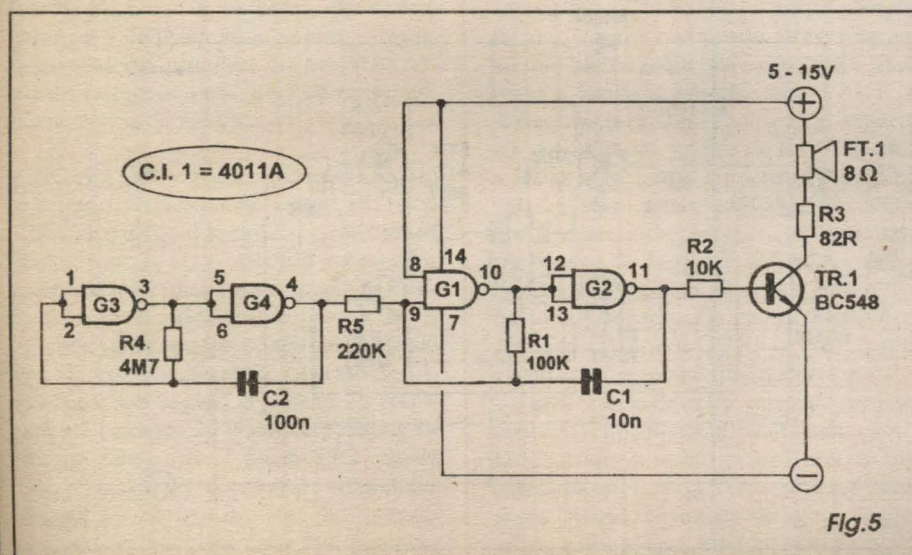
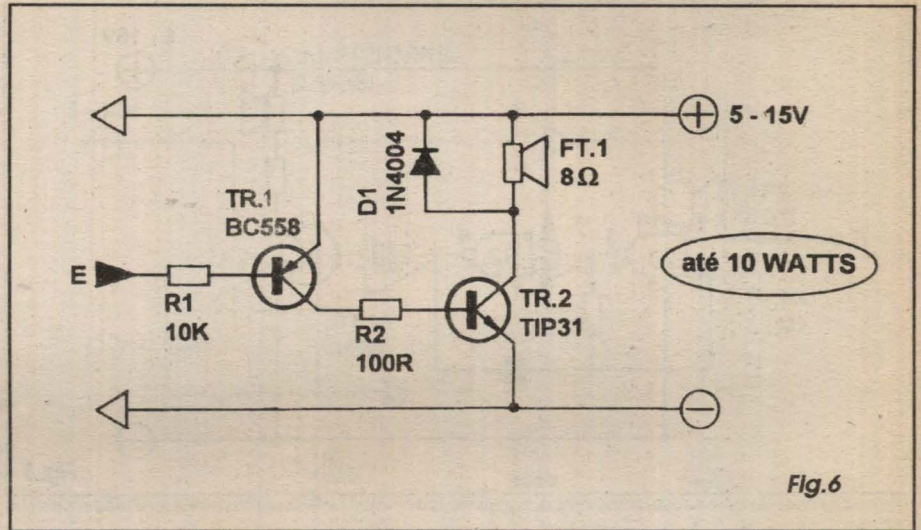
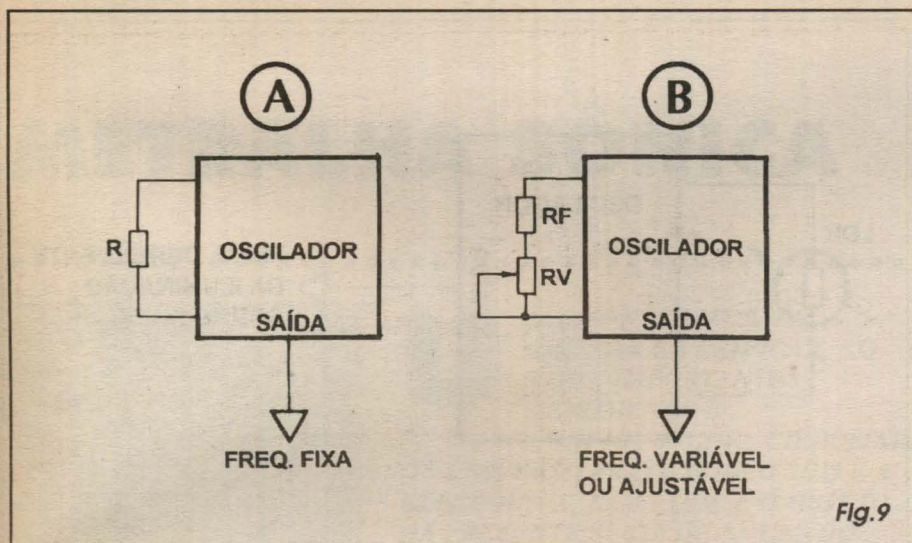

Fig.5
Fig.6
Fig.9
- FIG. 5 - Ainda dentro das possibilidades práticas de *modulação*, o arranjo mostra uma interessante variação do circuito anterior... Com pequenas alterações nas ligações das entradas do *gate* G1 e a inclusão do resistor R5 (o valor sugerido, de 220K, é relativamente crítico, não devendo ser muito alterado em eventuais experimentações...), o som final gerado sai
- FIG. 6 - Normalmente, devido às naturais limitações de parâmetros dos componentes básicos, os arranjos mais simples (mostrados desde a FIG. 1 até a FIG. 5...) geram um som não muito intenso, na casa da fração de watt. Entretanto, com arranjos ainda simples, podemos organizar amplificadores e reforçadores progressivamente mais complexos e mais *bravos*, capazes de gerar potências sonoras finais em níveis cada vez mais altos... O pequeno *booster* mostrado na figura pode ser acoplado à saída do astável principal de qualquer dos arranjos até agora mostrados, e é capaz de elevar a potência final de saí-
- FIG. 9 - Até agora, todos os circuitos, exemplos e arranjos mostrados na presente coletânea são de astáveis (osciladores, ou *geradores de clock*, como se diz em jargão digital...) de frequência fixa (com a única variação do circuito da FIG. 5, que pode ser considerado um gerador bi-tonal automático...). Entretanto, com os conhecimentos que o leitor/aluno já adquiriu ao longo dessas 36 aulas do ABCDE, todos vocês já sabem que existem interessantes possibilidades de variação ou controle das frequências básicas... Basta notar que todos os arranjos, no seu astável principal, tem pelo menos um resistor fixo na sua rede RC determinadora de frequência, e assim torna-se fácil substituir o dito cujo (R, no item A da figura...) por um conjunto/série formado por um resistor fixo e um ajustável, potenciômetro ou *trim-pot* (respectivamente RF e RV, no item B da figura...). Em certos circuitos práticos, o resistor fixo (RF) pode até ser dispensado, mas de modo geral torna-se necessária a sua presença, já que em eventuais ajustes muito *radicais* do resistor variável (RV), quando seu valor for levado praticamente a *zero ohm*, a necessária realimentação temporizada (baseada na constante de tempo dos conjuntos RC...) deixará de manifestar na condição ideal para a própria manutenção da oscilação (o astável poderá ficar *bloqueado*...). Lembrar que a determinação dos valores de RF e RV pode ser feita através de métodos puramente *matemáticos* ou mesmo de forma empírica, experimental (*até chegar*, à tonalidade ou faixa de frequências pretendida...). Além disso, para que a excursão do ajuste seja suficientemente ampla para a faixa desejada de variação e, ao mesmo tempo, situe as *extremidades* da gama de ajuste dentro de uma *janela* prática, um pouco de bom senso é sempre válido... Vejamos: supondo que, para a frequência *central* básica desejada o valor de R deva ser 47K... Para que o ajuste possa ser feito em faixa ao mesmo tempo ampla e com limites bem definidos, recomenda-se que o valor total de RF *mais* RV (que, juntos, *representam* R...) deva ficar em torno do *dobro* do valor básico de R (no caso, cerca de 100K...). Outro ponto a se considerar é a *relação* ou *proporção* entre os valores de RF e RV que,